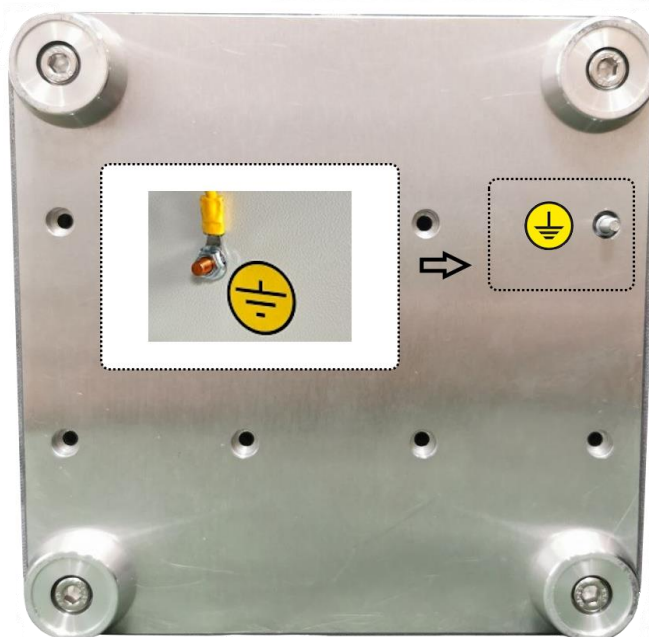

Рисунок 5 – Подключение защитного заземления микроскопа
2.2.4.6 Подключите защитное заземление к корпусу основания микроскопа (см. Рисунок 5). Усилие затяжки должно быть достаточным 2.7 – 3.5 (Н\*м) для обеспечения надежного контакта заземляющего устройства.